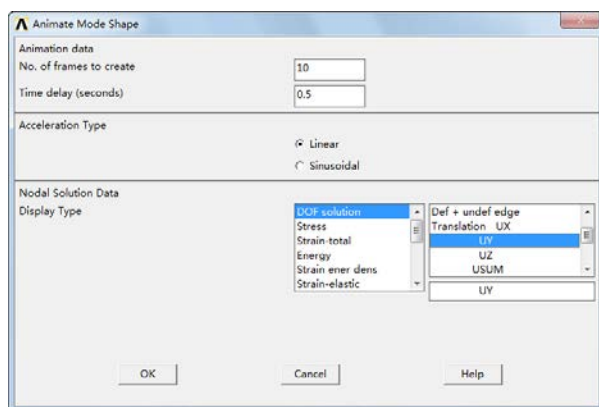

图 11-48 设置动画显示
①从应用菜单中选择 Utility Menu: PlotCtrls > Animate > Mode Shape
②选择“DOF solution”, 选择“Translation UY”, 单击“OK”按钮。如图 11-48 所示。